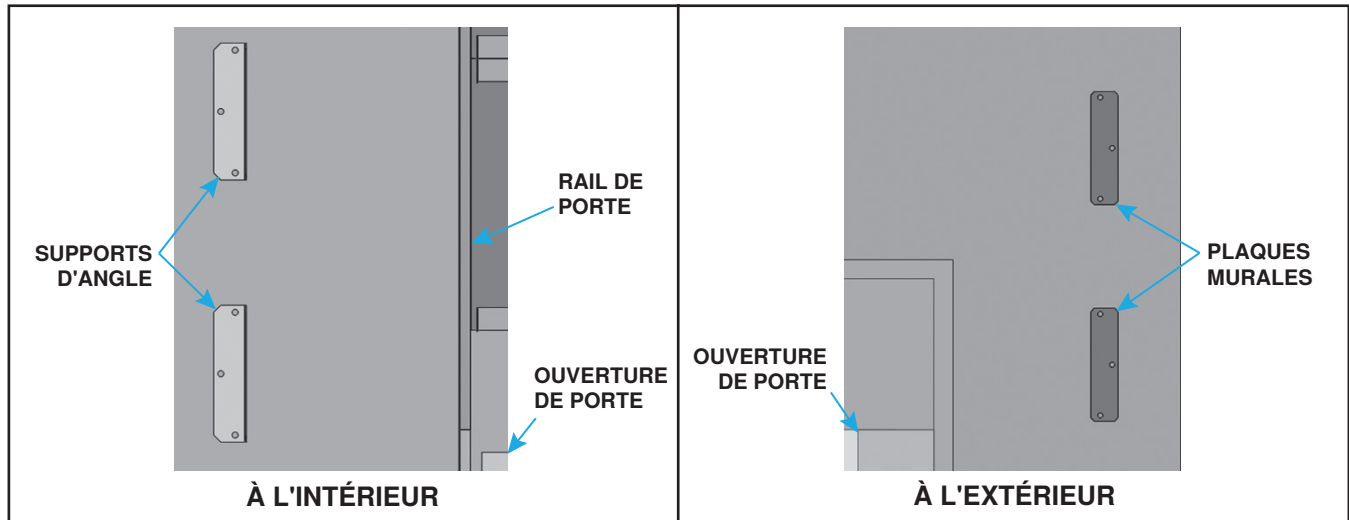

Figure 6. Supports d'angle intérieurs et plaques murales extérieures
- À l'aide d'un élévateur ou d'un palan approprié, soulevez l'unité jusqu'à la position déterminée à l'étape 3 et marquer les emplacements des trous de montage pour les supports d'angle intérieurs et les plaques murales extérieures (voir Figure 6). Percez des trous dans le mur si nécessaire et fixez les supports d'angle et les plaques murales à l'aide d'écrous, de rondelles frein et de boulons de 1/2 pouce fournis sur site.